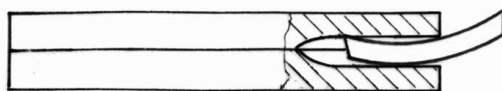

Abb. 24: Kleinteilehalter zum Anschlagwinkler.
- Der Rohling für die Dollenbögen (DB) wird hergestellt wie unter "Vorbereitung" beschrieben. Die Abrundung einer Seite erfolgt am besten am Rohling. Jetzt werden die Stücke mit etwas Zugabe abgelängt - vorschlagsweise auf einem festgespannten Kleinschleifer mit Minikreissägeblatt (das Ding ist gefährlich und sollte unbedingt von oben gesichert werden!). Um den Winzling jetzt anpassen zu können, bedarf es eines Halters (Abb. 24). Er wird aus zwei Teilen hergestellt und zusammen geklebt. Der Schlitz ist so ausgelegt. Daß sich das Bogenstück einklemmen läßt und noch so gerade zur Bearbeitung des bei "S" gezeigten Winkels hervorschaut. Eine präzise Winkelgebung garantiert der "Analogwinkler" (siehe auch "Fenster, Sägemehlbläser"). Das ist nichts anderes als eine winkelmäßige Einstellmöglichkeit mit einem auf- und abbeweglichen Schmirgelbrett, ähnlich einer alten Brotmaschine. Er ist nur für geringe Spanabnahmen gedacht, aber in diesem Fall ist das eher eine Stärke. Da sich die Bogenstücke in ihre Position drücken und halten lassen, ist auch hier Ponal der richtige Klebstoff. Nach dem endgültigen Abbinden wird das in die Ruderspalte überstehende Stück des Bogens abgeschmirgelt. Bei zuviel Aufmaß hilft auch hier das Kreissägeblättchen. Daß es mit Vorsicht zu behandeln ist, wurde schon gesagt. Aber Tatsache ist, daß sich mit keiner Einrichtung eine so sanfte Abtrennung erreichen läßt. Bedingung ist jedoch, daß das Objekt, von dem etwas abgetrennt werden soll, festliegt und man das kleine Ungeheuer fest im Griff hat.